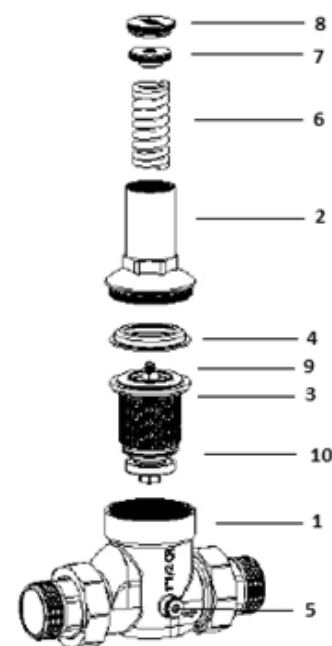

Рис. 3
Редуктор (рис. 3) состоит из двух конических камер (1 и 2), разделенных мембраной (3). Камера (1) связана соединительными фитингами с питающей и потребляемой системами. Мембрана зажимается между корпусами (1 и 2) через стальное кольцо (4). В камере (2) на мембрану через стальную кнопку (9) воздействует пружина (6), сила прижатия которой, калибруется кольцом (7). Кнопка (9) связана штоком с клапаном (10). Вверху редуктора имеется колпачок (8) с обозначением FAR. На выходе редуктора расположены штуцеры (5) для подключения двух манометров, симметричные относительно направлению потока, что облегчает размещение редуктора и считывание показаний.